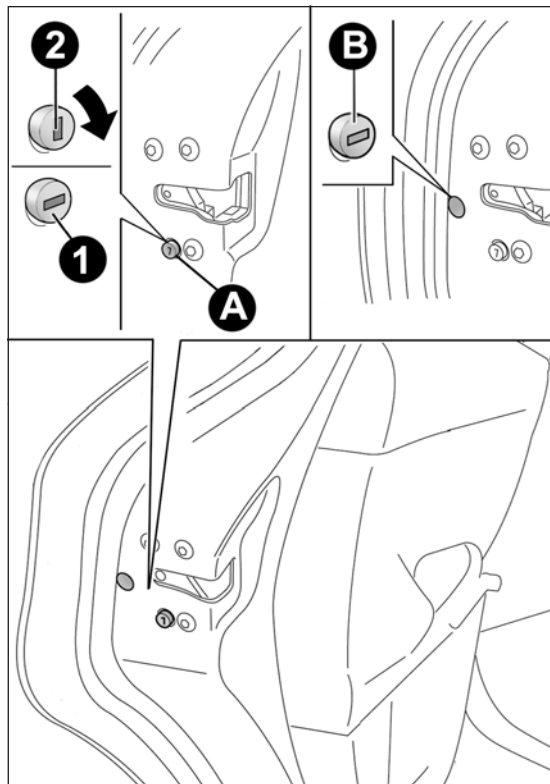

fig. 67
Il dispositivo A fig. 67 è inseribile solo a porte aperte:
- ☐ inserisci l'inserto metallico della chiave di avviamento nella sede B fig. 67;